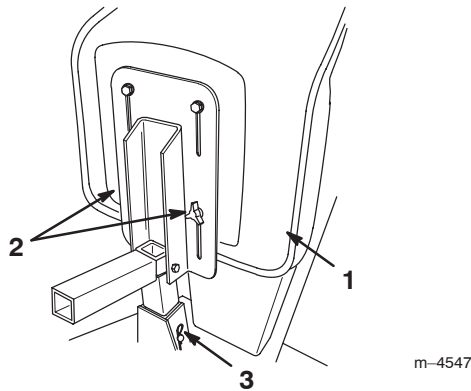

Abbildung 10
3. Die Knöpfe unten am Sitz lösen (Abb. 10) und den Sitz nach Bedarf nach vorne oder hinten schieben.
4. Zur Einstellung der Sitzhöhe Haarnadelsplint und Stift vom Sitzgestell entfernen (Abb. 10) und den Sitz nach Bedarf anheben oder absenken.